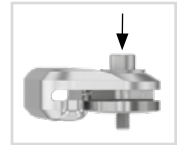

Fig. 10
- 5 Monter dekkplaten ved at den presses sammen med presskruen og underlagsskiven (fig. 10).